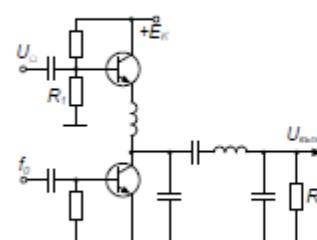

Рисунок 1
3. Как уменьшить нелинейные искажения в схеме (рисунок 1) с огибающей АМ сигнала (рисунок 2)?